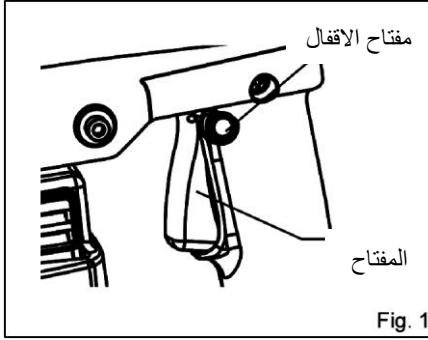

Fig. 1
- يمكن المفتاح في وضع "أون" لتسهيل راحة المشغل أثناء الاستخدام الموسع. تطبيق الخطر عند قفل أداة في "أون" موقف والحفاظ على امسك ثابت على أداة. لبدء الأداة، ببساطة سحب زناد المفتاح. الافراج عن زناد المفتاح بسهولة للتشغيل المستمر، وسحب زناد المفتاح ومن ثم دفع في ذراع القفل. لإيقاف الأداة من الوضع المقفل، اسحب زناد المفتاح بالكامل، ثم اطلاقه (Fig. 1)